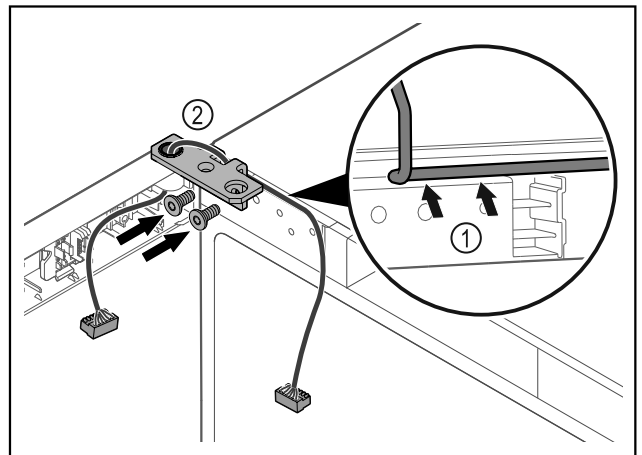

Fig. 41
- ▶ Кабель провести через виїмку шарнірного кутика і обережно прокласти Fig. 41 (1).
- ▶ Накрутити шарнірний кутик Fig. 41 (2).